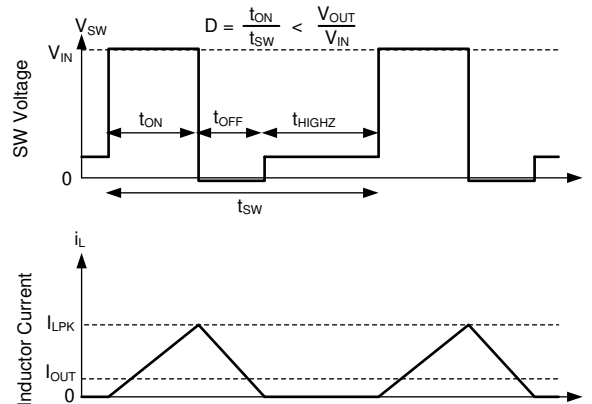

**图 7-7. 连续导通模式 (CCM) 下的 SW 电压和电感器电流波形**
有关 TPSM8F7x20 的以下运行说明，请参阅 功能方框图 和 图 7-7 中的波形。两者都以变化的占空比 (D) 打开内部高侧 (HS) 和低侧 (LS) NMOS 开关，从而提供稳定的输出电压。在 HS 开关导通期间，SW 端子电压  $V_{SW}$  摆动至大约  $V_{IN}$ ，电感器电流  $i_L$  以线性斜率增加。HS 开关由控制逻辑关闭。在 HS 开关关闭时间  $t_{OFF}$ ，LS 开关打开。电感器电流通过 LS 开关放电，这会强制  $V_{SW}$  通过 LS 开关两端的压降摆动到地电位以下。稳压器环路调节占空比以保持恒定的输出电压。D 由 HS 开关在开关周期内的导通时间定义： $D = T_{ON}/(T_{ON} + T_{OFF})$ 。